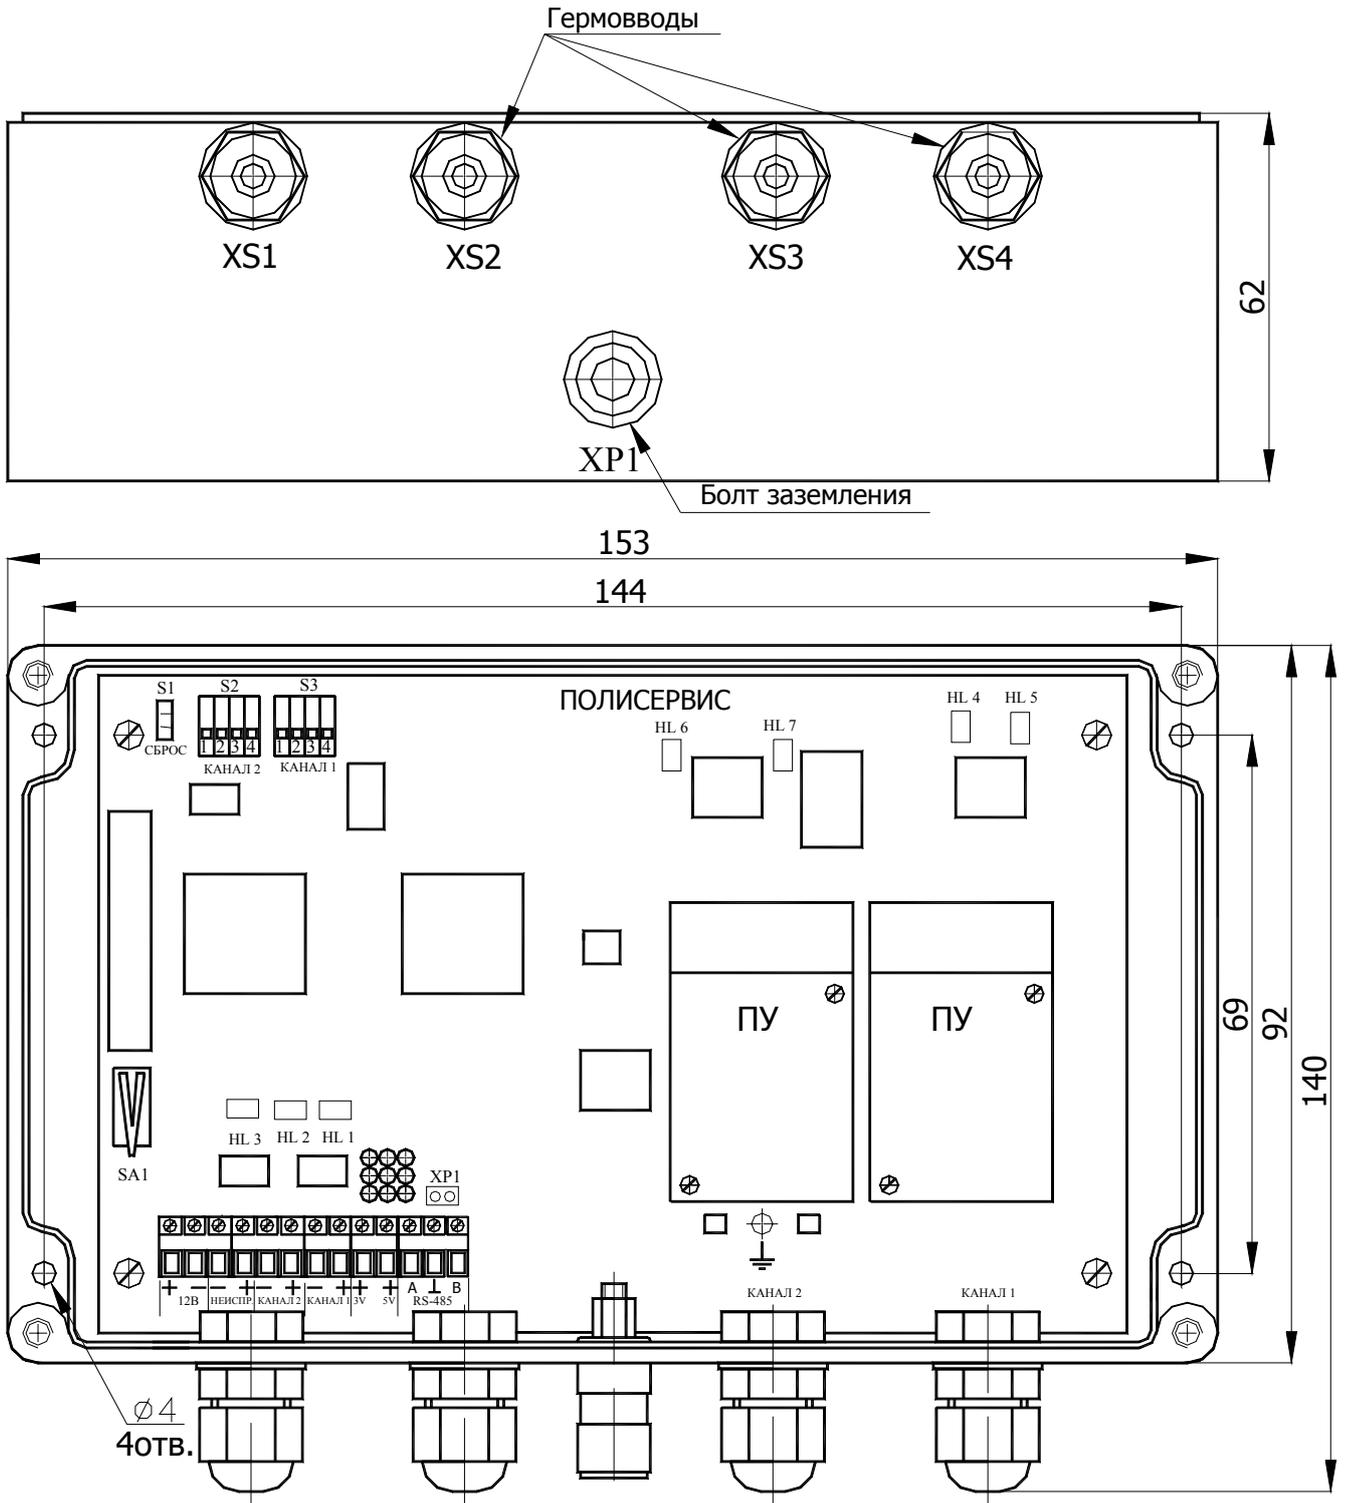

Рис.1 Общий вид БОС.
2.6 Общие виды БОС, УКГ, ВД, УС, ПРД приведены на рис. 1...5 приложения.
3.3 В извещателе предусмотрена настройка плеч подбором параметров обработки путем выбора таблиц настройки, записанных в память БОС. Выбор параметров по каждому плечу производится индивидуально в зависимости от условий эксплуатации, вида ограждения, на котором плечо установлено и типа подключенных датчиков. Выбор номера таблицы осуществляется в двоичном коде переключателями, установленными на плате Блока обработки сигналов. Соответствие номера таблицы параметрам обработки приведено в таблице 1 приложения. Расположение органов коммутации и индикации на плате БОС приведено на рис. 1 приложения.
**Настройка параметров обработки сигналов** извещателя производится при снятой крышке БОС и включенном питании, напряжение которого контролируется непосредственно на клеммах «**+12В-**» блока (см. рис. 1. приложения).